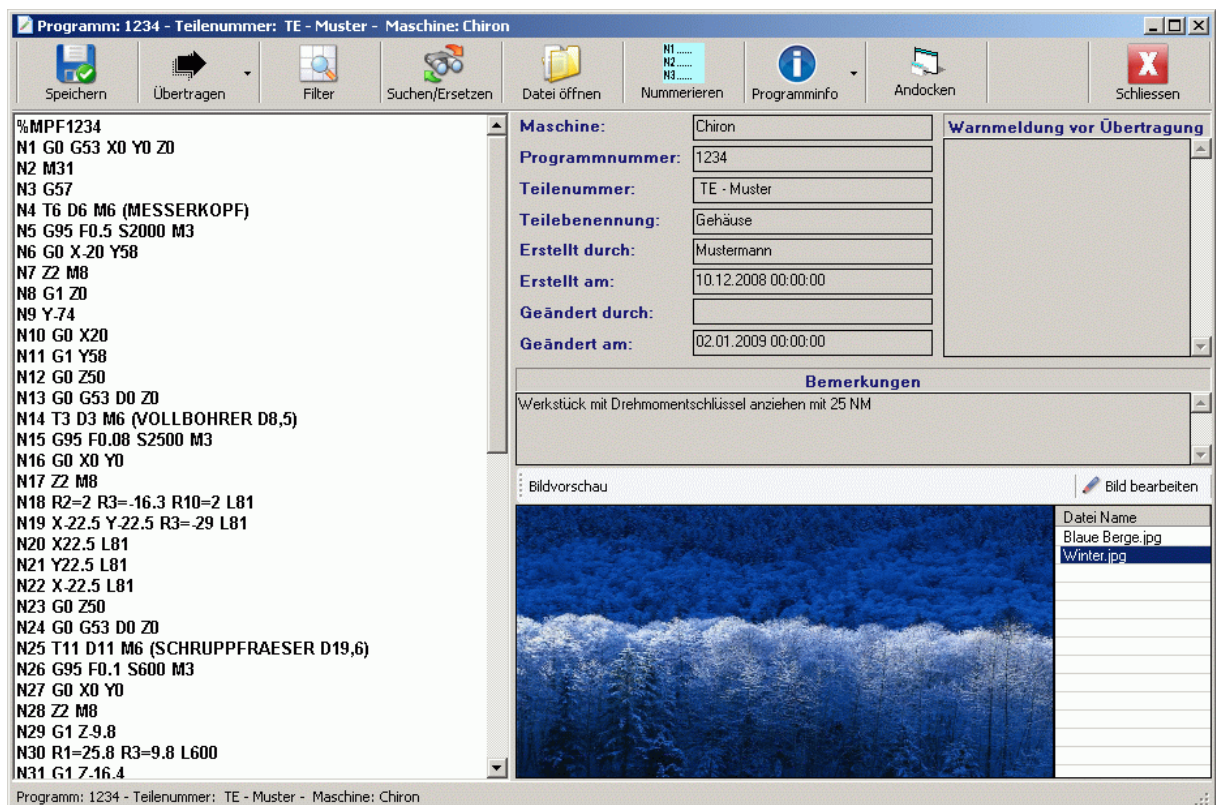

Abbildung 10.2: Programminformationen aufrufen
10.3. Klicken Sie auf ‚Programminfo‘ um weitere Informationen zum Programm zu erhalten s. h. Abbildung 10.2.